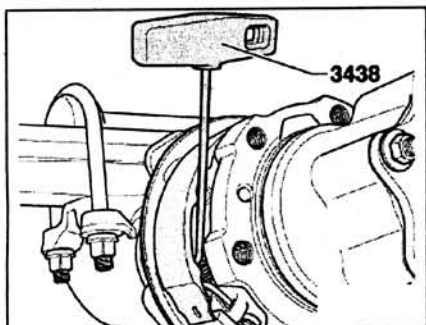

Рис. 7.49. Отцепите нижнюю возвратную пружину с помощью приспособления VAS 3438.
4. Отцепите нижнюю возвратную пружину с помощью приспособления VAS 3438 (рис. 7.49).